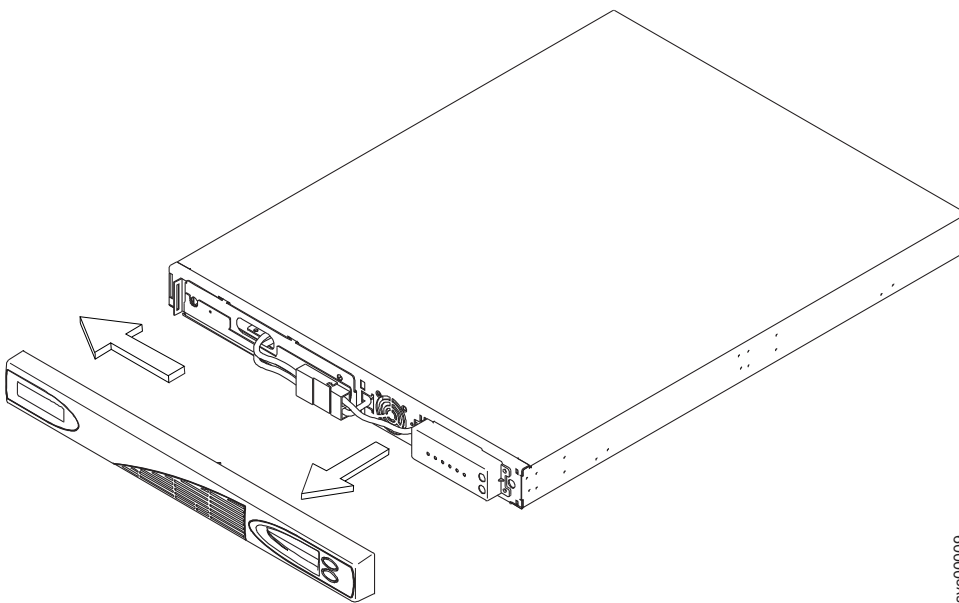

図 311. 2145 UPS-1U のフロント・パネルの取り外し
5. 図 311 に示すように、2145 UPS-1U フロント・パネルを取り外します。